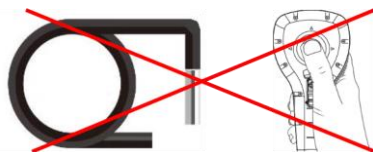

図 49
- ・巻かれた状態 (ループ状) では可動しないください。(図 49)